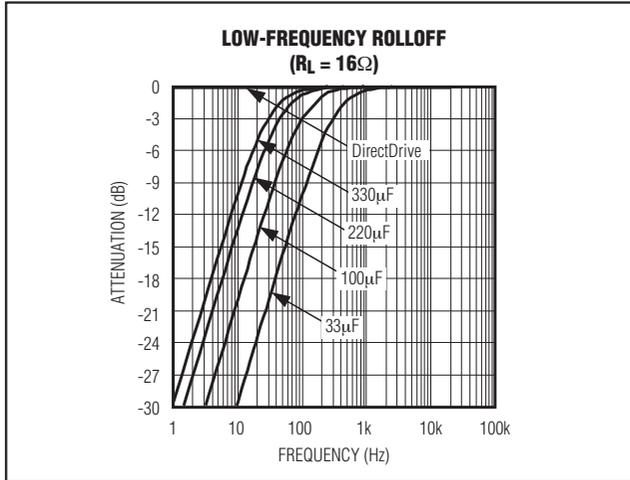

图2. 常用隔直电容的低频衰减
- 传统单电源单端耳机放大器需要使用高通滤波器来将音频信号中的直流成分与耳机隔离。根据所选的-3dB点，该滤波器会衰减音频带内的低频信号。虽然较大容量的 $C_{OUT}$ 电容可以减少这种衰减，但是体积更大，价格昂贵。图2给出了 $C_{OUT}$ 容量与低频衰减的对应关系。注意Vista的幅值响应规范要求耳机插孔的-3dB点为20Hz。对于32Ω的耳机，-3dB点为20Hz时需要330µF的隔直电容(表2)。